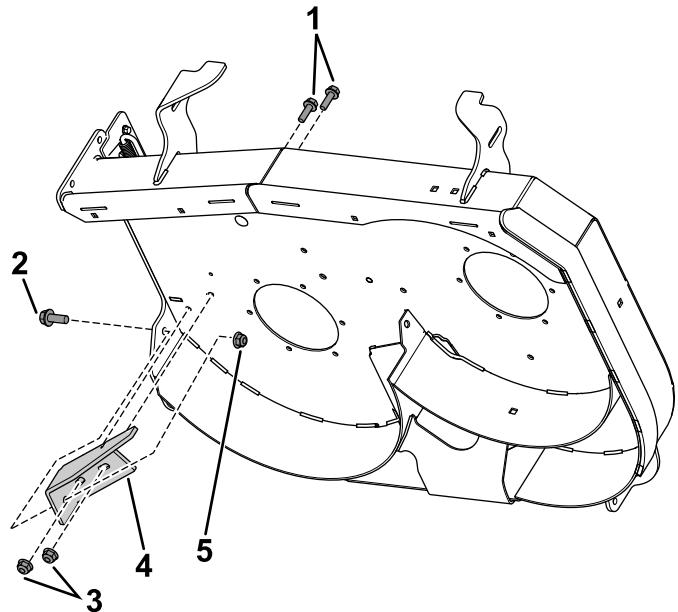

Figura 9
2. **Carcasas de 91 cm y 152 cm:** Instale el deflector de descarga con borde cuadrado con las fijaciones correspondientes, como se muestra en la Figura 9.